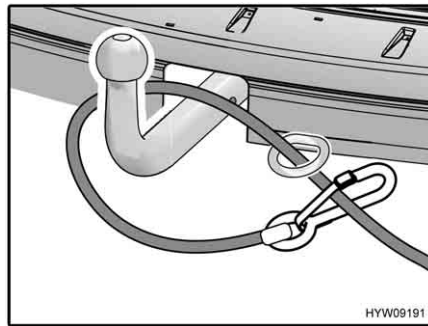
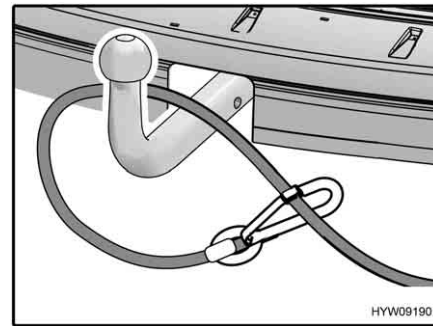

Fig. 3 Gancio di traino (con occhiello)
Fig. 4 Gancio di traino (senza occhiello)
- Far passare la fune di strappo attraverso l'occhiello appositamente previsto e farla girare intorno al collo sferico del gancio di traino (Fig. 3).
- Se sulla motrice non ci sono occhielli: far girare la fune di strappo intorno al collo sferico del gancio di traino (Fig. 4).
- Agganciare il gancio a molla alla fune di strappo (Fig. 3 e Fig. 4).